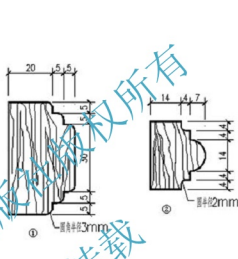

图 5.108 线脚的尺寸
② 参照图 5.108 所示的尺寸绘制线脚①、线脚②和线脚③，线宽均为 1mm。